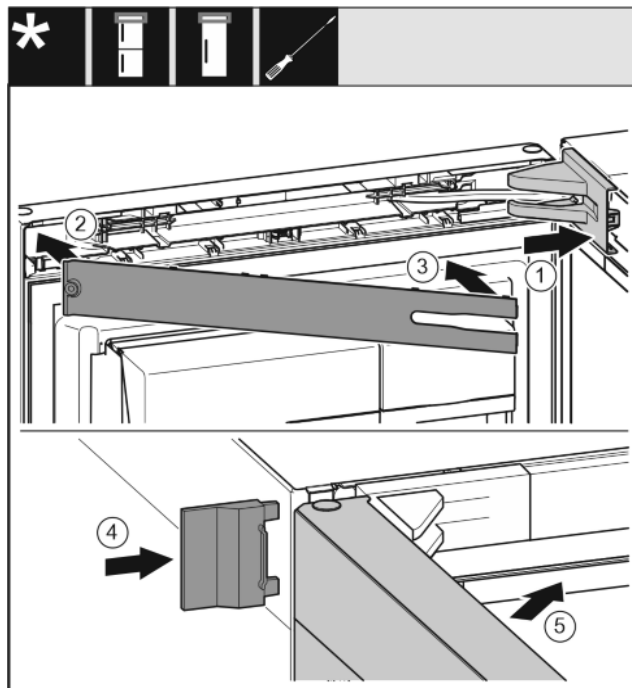

Fig. 40
- ▶ Namestite pokrov in ga zataknite, po potrebi ga previdno potisnite narazen. *Fig. 40 (1)*
- ▶ Namestite zaslonko. *Fig. 40 (2)*
- ▶ Obrnite zaslonko navznoter in jo zataknite. *Fig. 40 (3)*
- ▶ Potisnite zunanji pokrov gor. *Fig. 40 (4)*
- ▶ Zaprite zgornja vrata. *Fig. 40 (5)*